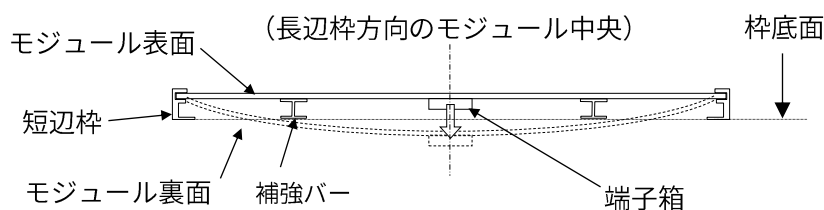

図3 モジュールのたわみ模式図（側面）
- ・ 太陽電池モジュールはモジュール表面への荷重負荷により、図3のように凹状のたわみが生じます。その際、モジュール裏面や端子箱が架台や屋根などに接触すると破損するおそれがありますので、当該部分には十分な隙間を必ず確保してください。モジュール裏面や端子箱が破損すると性能が維持できなくなります。